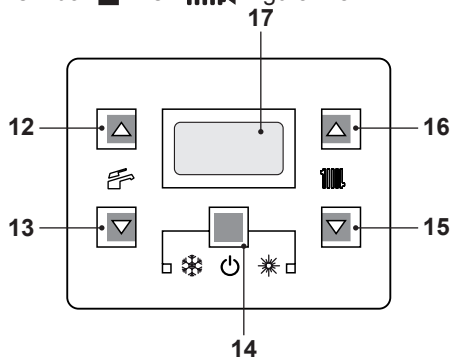

Figura 2.3
- Tenere premuto per 2 secondi il tasto 14 fino a far apparire sul display entrambi i simboli  e  Figura 2.3.